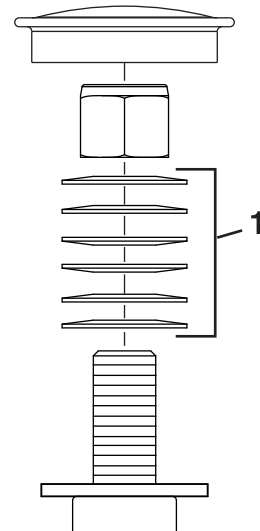

Figura 56
3. Retire el tapón guardapolvo de la rueda giratoria y apriete la contratuerca (Figura 56).
4. Apriete la contratuerca hasta que las arandelas de muelle estén planas, luego afloje $\frac{1}{4}$ de vuelta para establecer la pre-carga correcta de los cojinetes (Figura 56).
Importante: Asegúrese de que las arandelas de muelle estén correctamente instaladas, según se muestra en Figura 56.
5. Coloque el tapón anti-polvo (Figura 56).